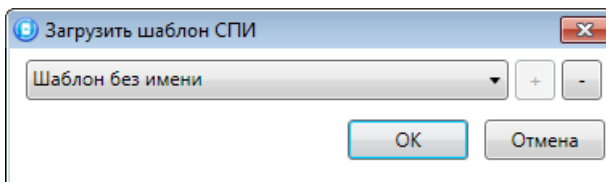

Рисунок 4.44 — Окно *Загрузить шаблон СПИ*
- *Загрузить шаблон настроек*: открытие окна *Загрузить шаблон СПИ* (см. рисунок 4.44), с помощью которого может быть сконфигурирован контроллер по предварительно созданному шаблону. Для того чтобы применить шаблон, выберите его в списке и нажмите кнопку *ОК*. Для того чтобы удалить один из сохраненных шаблонов, выберите его в списке и нажмите кнопку .